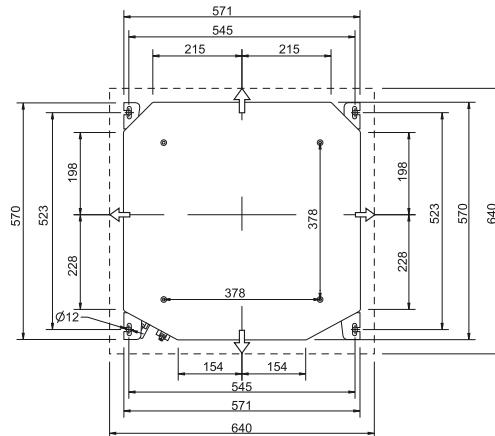

Рис. 15
- a. По форме бумажного установочного шаблона вырежьте в потолке квадратное отверстие 600x600 мм (см. рис. 15 и 16).